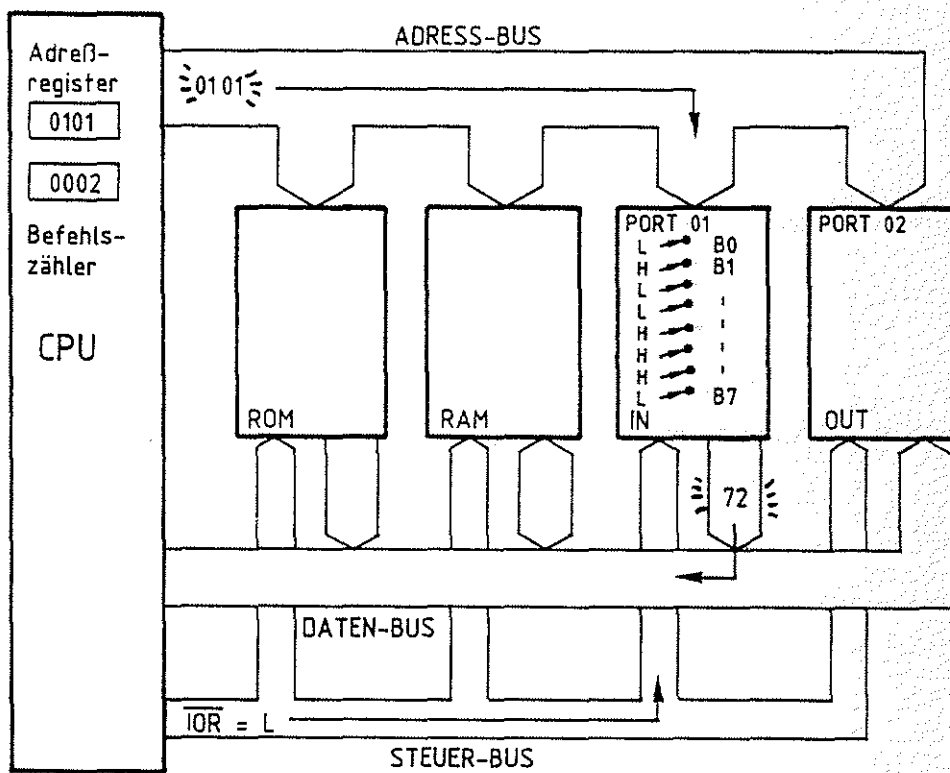

Bild 5: Lesen der Eingabe-Daten von Port 01
- Für die Befehlsausführung lädt der Prozessor die gerade gelesene Port-Adresse in das Adreßregister und aktiviert das Steuersignal  $\overline{IOR}$ . Die angewählte Eingabe-Baugruppe schaltet daraufhin den Signalzustand der Eingangsleitungen auf den Daten-Bus, den der Prozessor dann mit dem Wegschalten des Steuersignals in den Akku übernimmt. Der erste Befehl ist abgearbeitet (Bild 5).
Die Befehlszähleinrichtung des Prozessors erhöht während der Befehlsholphase den Befehlszähler jeweils mit dem Lesen einer Speicherstelle, so daß schon während der Befehlsausführung der Befehlszähler die Anfangsadresse des nächsten Befehls enthält. Man sagt auch, der Befehlszähler zeigt auf den nächsten Befehl (Bild 5).